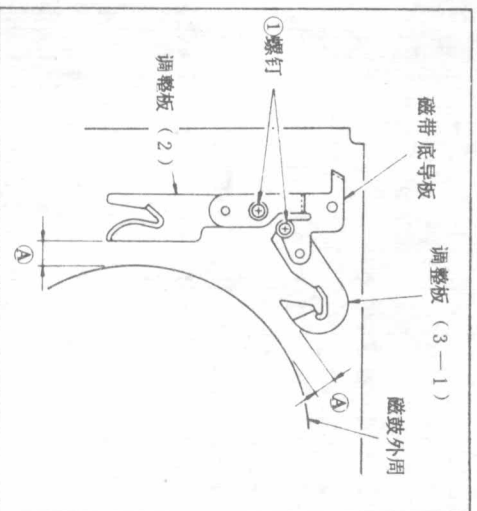

图5 更换磁鼓
1) 测量并记录上磁鼓磁带保持部及调整板的2个间隙(A)(图5)。(不要忘记此项工作，因为调整板的安装位置会影响磁带通道。)
2) 拧下图5中的螺钉①并卸下磁带底导板及调整板(2)与(3-1)。